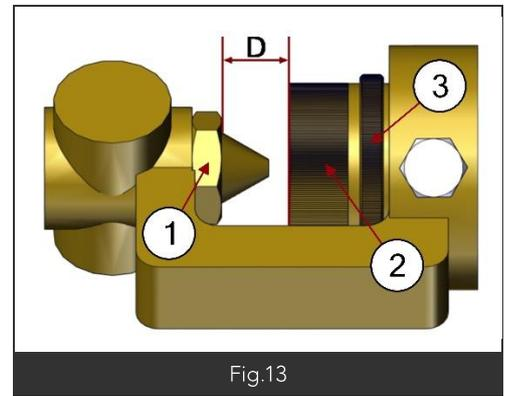

Fig.13
- Débloquer la bague d'air (Fig13 Rep3)
- Déposer l'injecteur (Fig13 Rep2), le remplacer par l'injecteur souhaité selon le tableau ci-dessus (paragraphe 4.1)
- Régler la distance « d » (Fig13) en fonction des données du tableau ci-dessus (paragraphe 4.1)